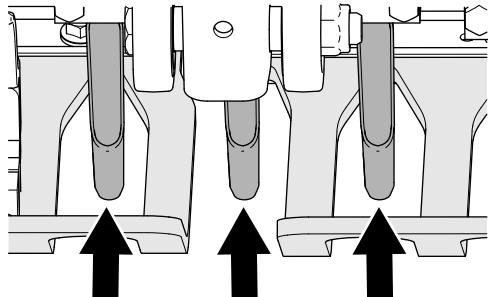

图 44
4. 检查护草板槽是否与打孔针对齐确保它们位于中间位置 图 44。